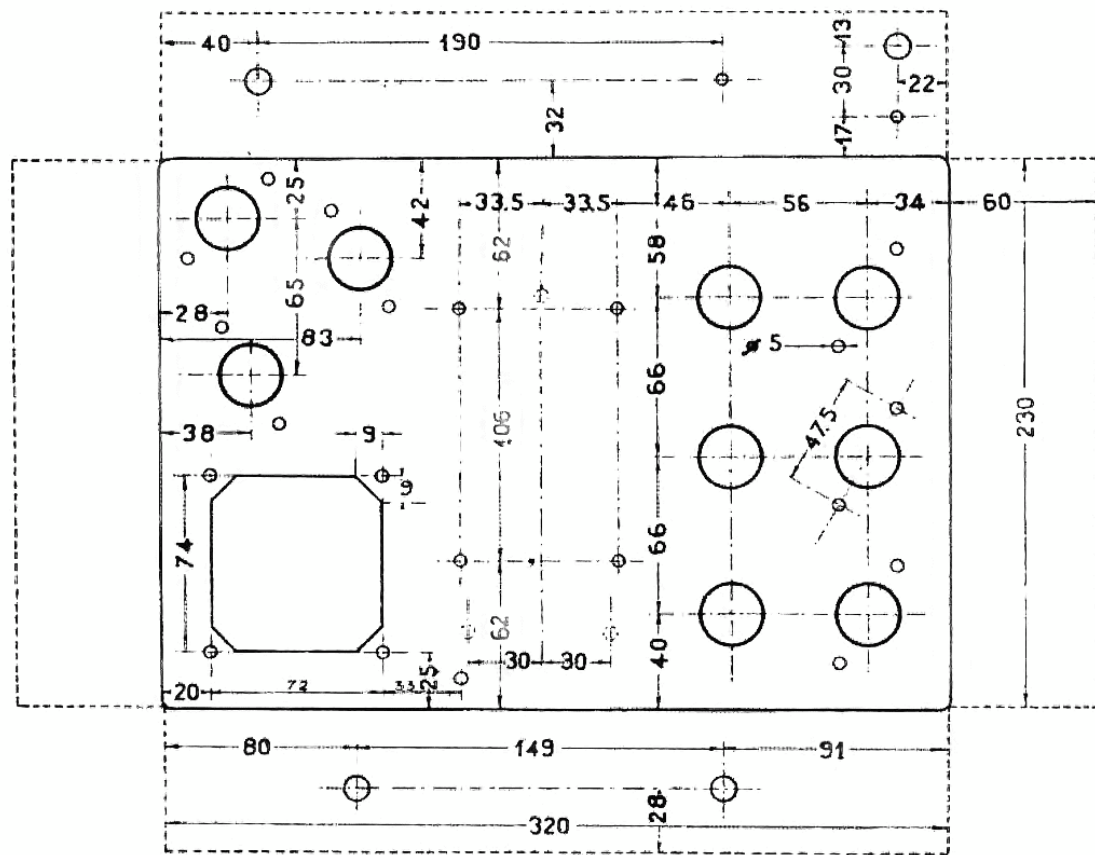

Fig. 11 - Il piano di foratura.
Lo chassis viene costruito con lamiera di ferro dello spessore di 10 o 12 decimi. Le dimensioni sono segnate in fig. 11. Esse possono essere facilmente ridotte a cm. 315x220.
**Per facilitare i dilettanti abbiamo preparato alcuni chassis, di ferro verniciato, secondo il piano di foratura di fig. 11.**